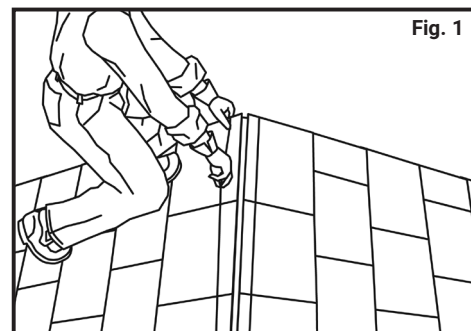

Fig. 1
1. À l'aide d'une ligne de craie, marquer 1 po des deux côtés de la faîtière comme guide pour couper une fente dans le haut de la faîtière. Voir la fig. 1.